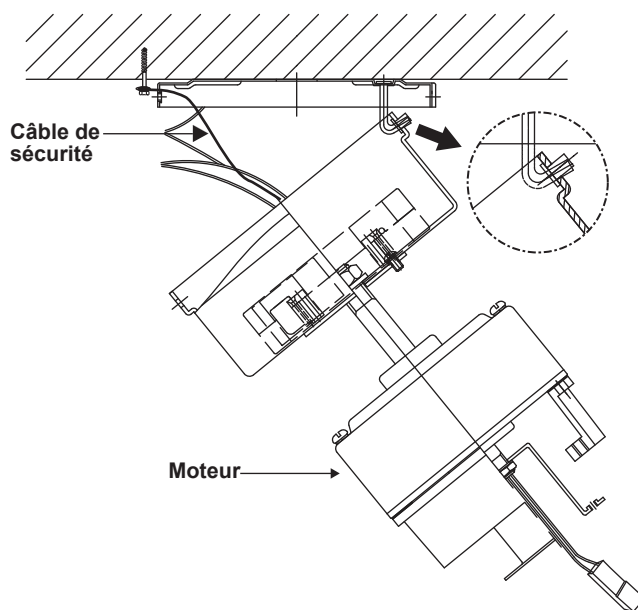

Figure 5
Étape 3. Soulevez le ventilateur en position en suspendant l'assemblage du moteur au crochet depuis le support de montage, ce qui permet de le suspendre librement (Fig. 5).
Étape 4. Un support de sécurité supplémentaire est fourni pour empêcher le ventilateur de tomber. Fixez le câble de sécurité à la solive de plafond à l'aide d'une vis et d'une rondelle. (Fig. 5)